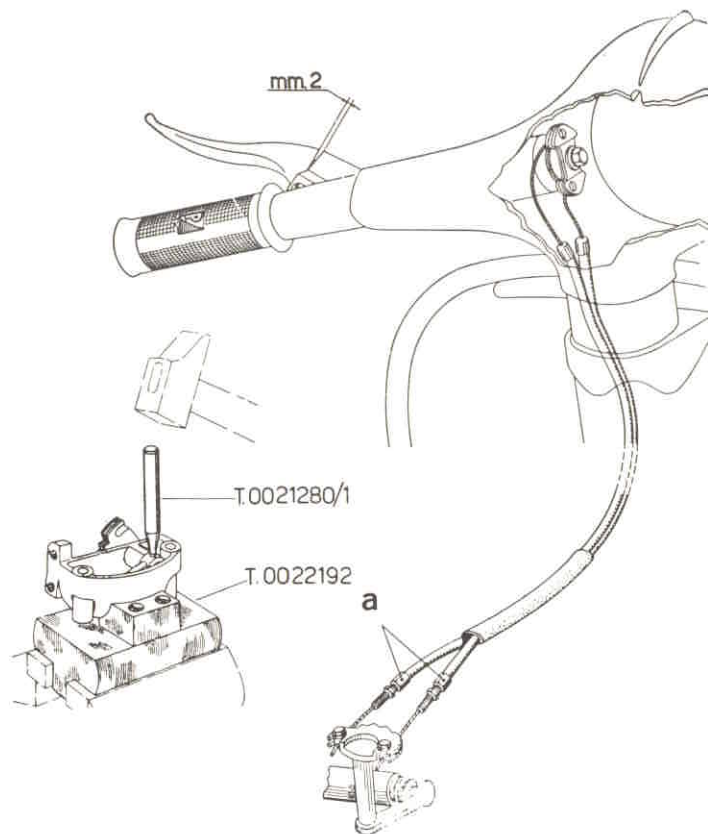

Fig. 23
- 2) Rivet the connecting pin as indicated in fig. 23.
- 1) If in the « 0 » position the lever has an excessive play, suitably adjust one of the two cables by acting on the relative adjusting screw « a » (fig. 23).
- 2) Remachar el pasador como se indica en la fig. 23.
- 1) Si en la posición de « 0 » el mando tiene un juego excesivo, tensar un cable o el otro actuando con llave plana en los relativos tornillos de ajuste «a» (fig. 23).